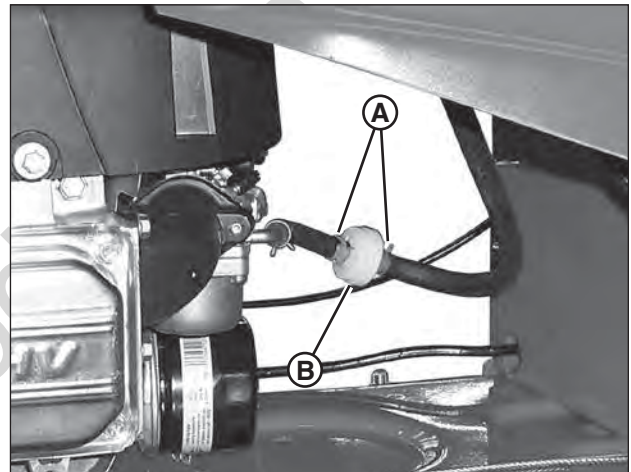

Figure 28: Remplacer le filtre à carburant
3. À l'aide de pinces, glisser le collier de serrage (B, Figure 28) pour le séparer d'environ 1 po du filtre à carburant (A).